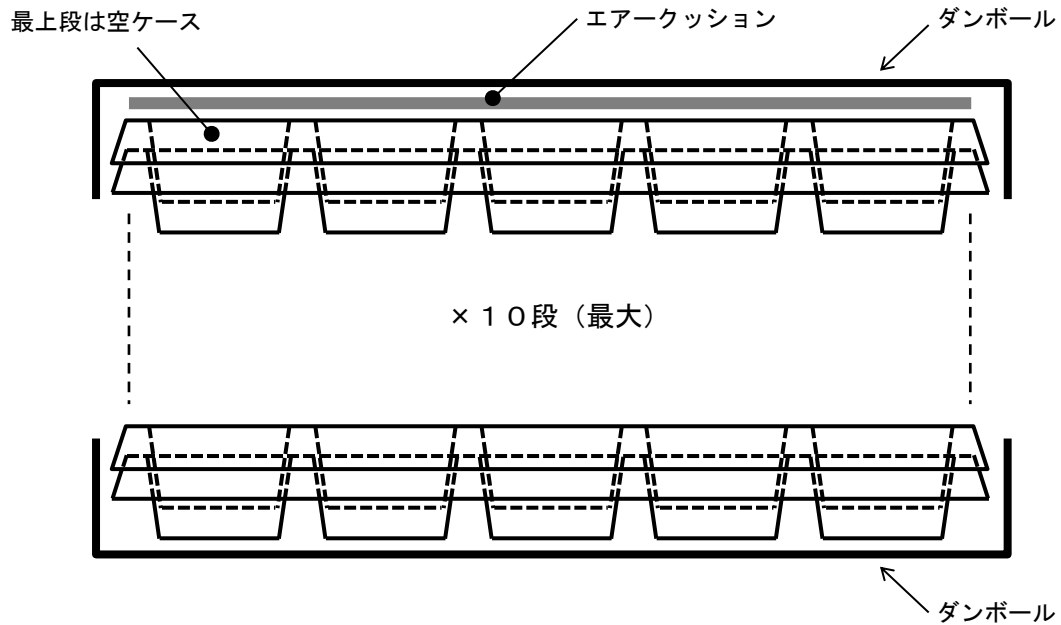

図2.
- (2) ケースを最大10段重ね（最上段は空）、ケースの変形を防止するためのダンボール板を上下に挟み、ゴムバンドで2か所を固定する。（図2. 参照）